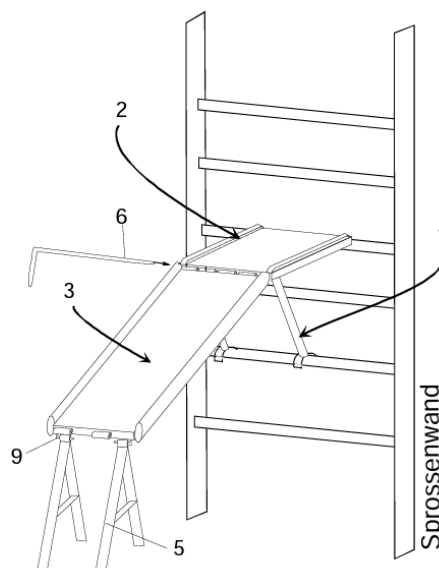

Abbildung 3: Montage
Befestigen der Schiefen Ebene (3) am Podest (2) [Bild3]: Zum Einhängen der Ebene (3) wird eine Seite mit den Scharnierhülsen an das Podest (2) angelegt und ein Scharnierstift (6) durch die Hülsen geschoben. Die Sicherung erfolgt mit dem Gummispannkabel (7), deren Befestigungshaken in die Bohrungen am Ende und am Griffende des Scharnierstiftes (6) gesteckt werden.
**ACHTUNG: Die Achsenden mit Loch zeigen stets nach unten. Die Verspannung mit dem Gummispannkabel (7) erfolgt unter der Schiefen Ebene.**